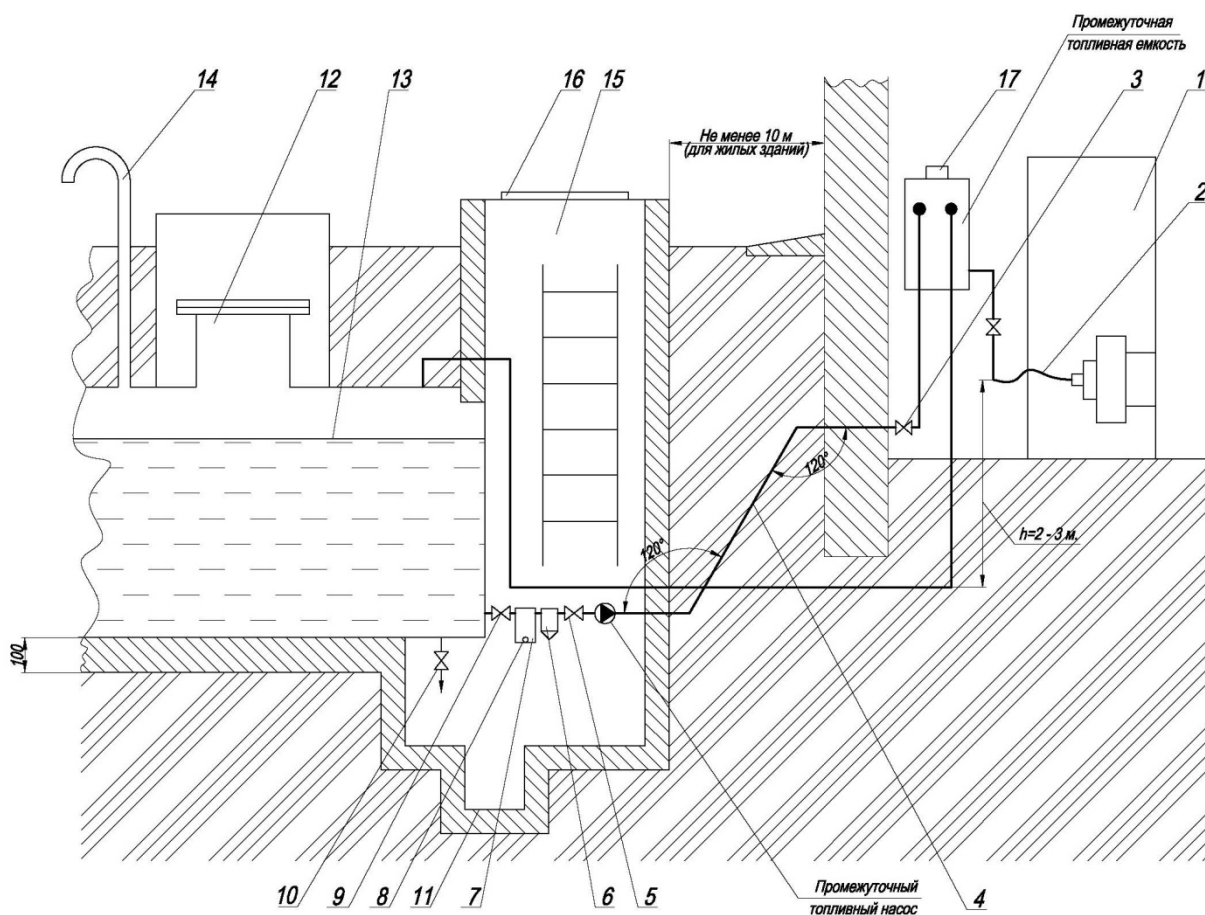

Рис. 4
- 1 – Топливная емкость (схема подземной установки емкости показана на Рис. 4)